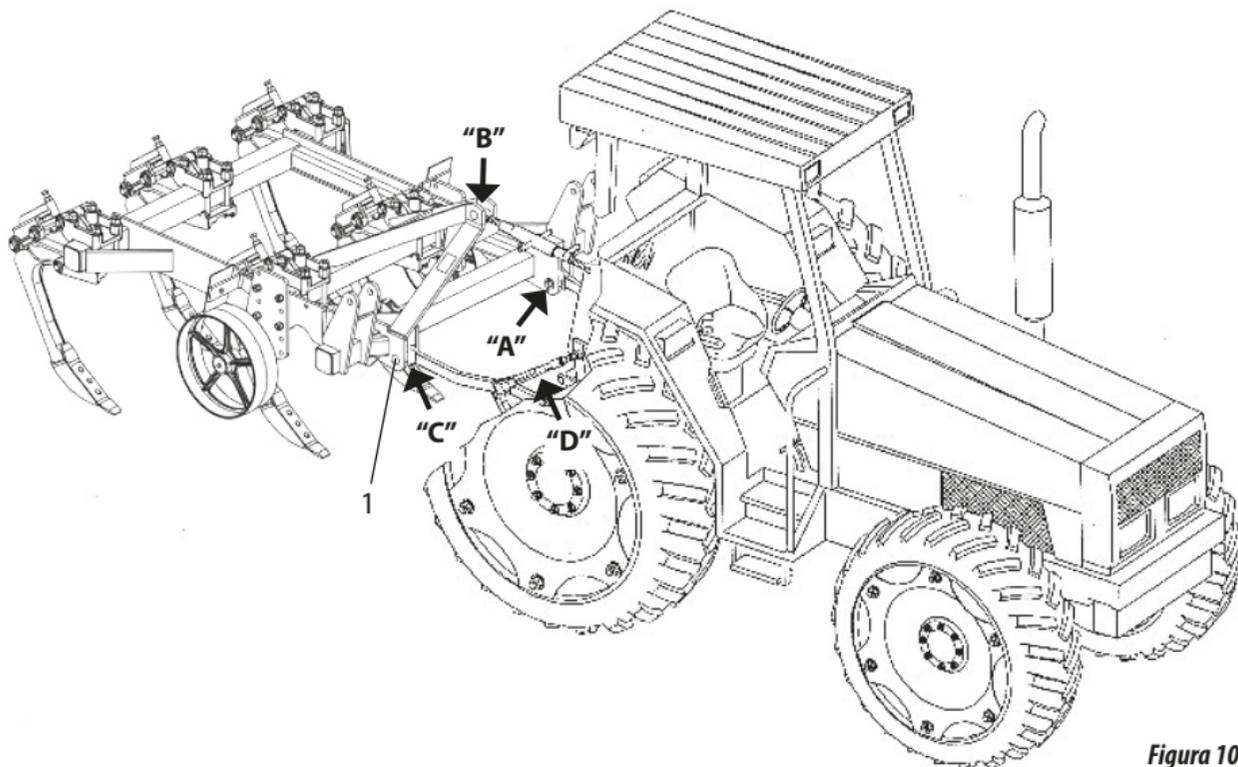

Figura 10
- 05 - Engatar o braço inferior esquerdo do trator com pino de engate (1) figura 10, no suporte "A" do subsolador.
- 07 - Finalmente com o auxílio da alavanca reguladora de altura "D" engatar o braço inferior direito do trator no suporte "C" do subsolador conforme figura 10.